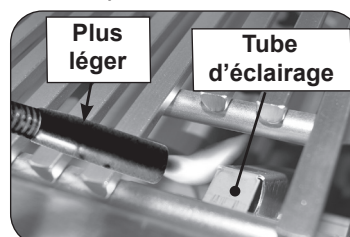

Fig. 30-2 Éclairage manuel via un tube d'éclairage
**ATTENTION:** Attendez toujours cinq (5) minutes le gaz pour se dégager après que n'importe quelle tentative non réussie d'éclairage.
2. Passez un allumeur brûlant de butane de long-baril ou une allumette brûlante de long-tige dans la grille à cuire s'ouvrant au dessus du tube d'éclairage. (Fig. 30-2). Pour les brûleurs de dos ou les brûleurs infrarouges, maintenez la flamme contre la surface du brûleur de brûleurs arrière / infrarouge. Pour les favoris, maintenez la flamme contre le brûleur.